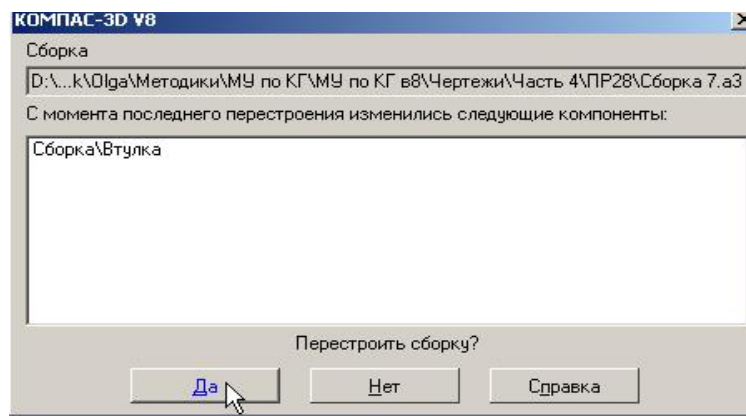

Рис. 88
- 11) Закончите создание детали «Втулка». Для этого курсором укажите в дереве построения на наименование детали «Втулка» и из контекстного меню выберите команду **Редактировать на месте**. В появившемся окне подтвердите перестройку сборки, рис. 88.